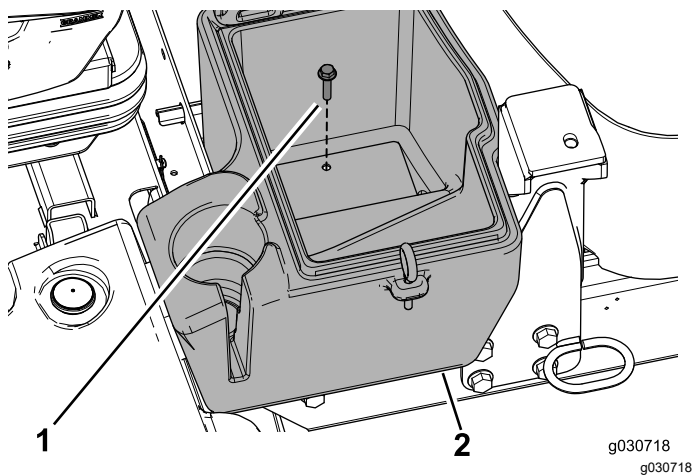

Рисунок 22
4. Закрепите отделение для хранения к машине с помощью болта ($\frac{5}{16}$ x 1 $\frac{1}{2}$ дюйма) (Рисунок 22).